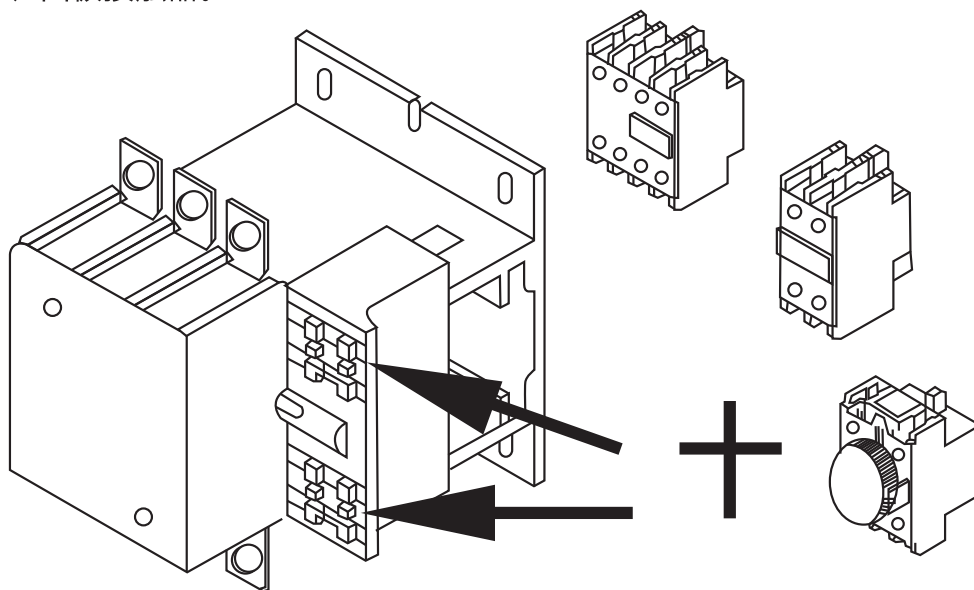

图2 接触器可以采用积木式安装方式如装辅助触头组、空气延时头及其它附件
6.3 接触器线圈内有一对常开触头，可作为自锁触头或信号触头用；另外，可加装两个辅助触头组共8对触头，见图2。辅助触头组合情况见表2。
6.5 可以采用积木式安装方式加装辅助触头组、空气延时头及其它附件见图2。